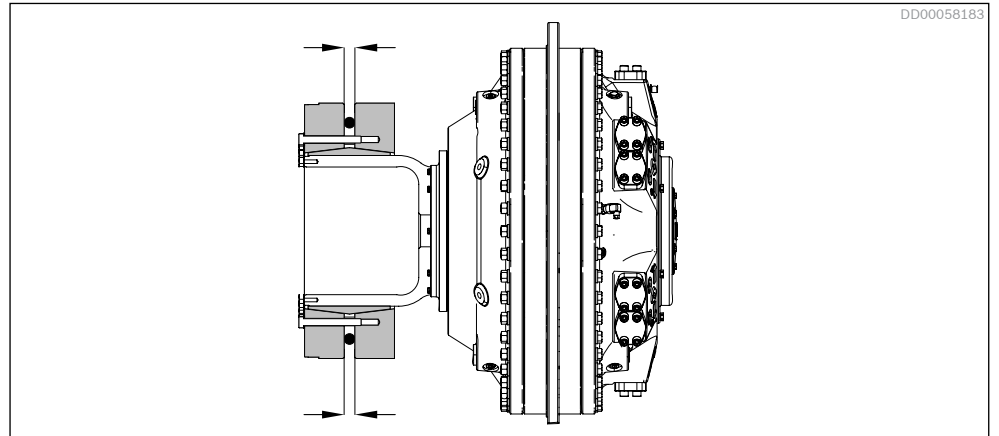
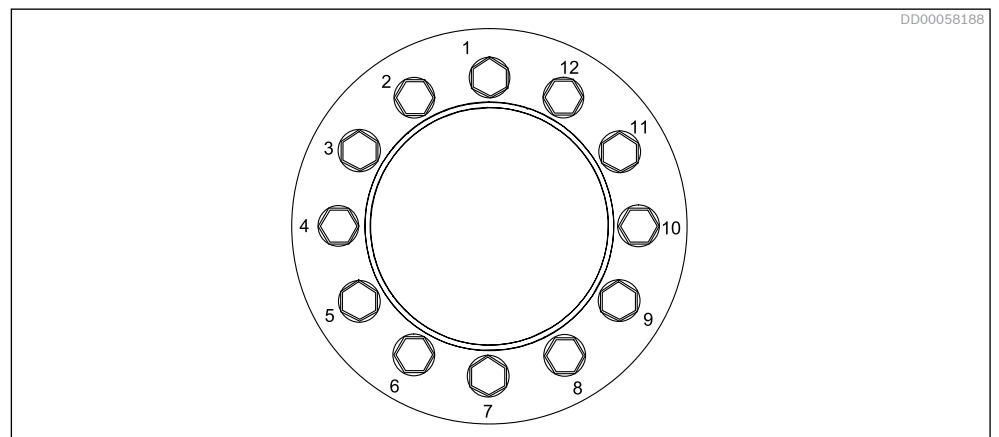

Fig. 40: Ranura entre los anillos de fijación
Fig. 41: Orden de apretado
5. Tire del adaptador de acoplamiento hacia el eje girando la tuerca en la herramienta de montaje hasta la profundidad indicada (medidas B, ver *Fig. 40: Ranura entre los anillos de fijación* y *Fig. 41: Orden de apretado Tabla 22: Longitud de sujeción*).
2. Para poder evitar el desalineamiento de los dos anillos de fijación durante el apretado de tornillos, se debe medir la ranura entre los tornillos por varios lugares durante el proceso, ver *Fig. 40: Ranura entre los anillos de fijación*. La diferencia entre las ranuras medidas nunca debe variar más de 1 mm (0,04") durante ninguna fase del proceso de apretado.
6. Comience a apretar los tornillos en la secuencia que se muestra en *Fig. 41: Orden de apretado*.